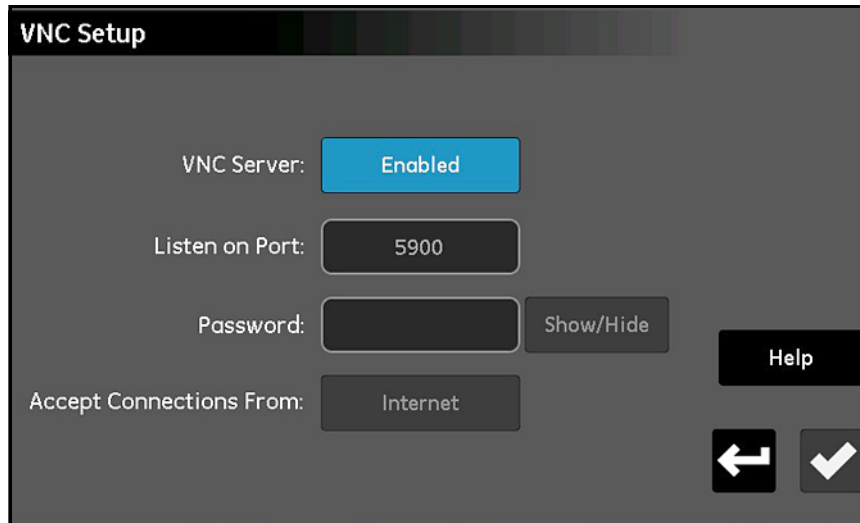

Figura 72: La schermata Configurazione VNC
1. Dalla schermata *menu Configurazione* (Figura 52 a pagina 57), toccare il pulsante **VNC** per aprire una schermata *Configurazione VNC* simile a quella nella Figura 72.